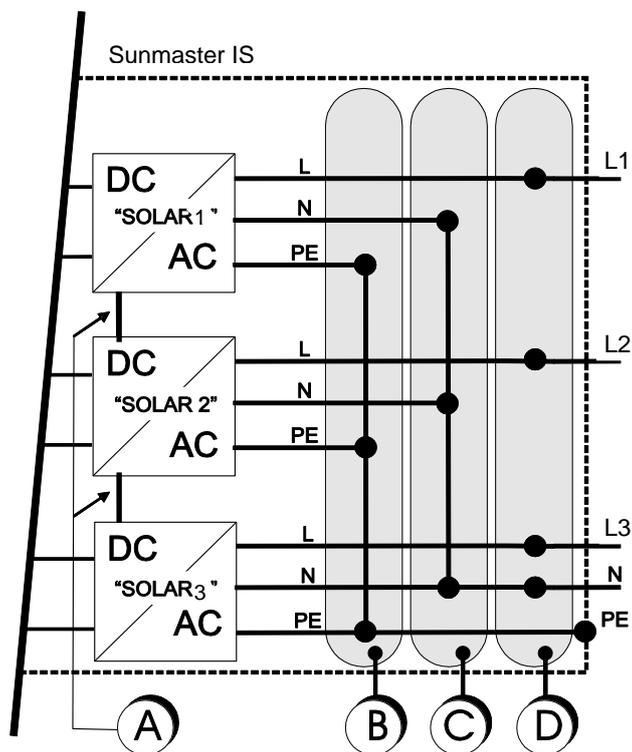

Figura 4-4 Cablaggio CA
- ☞ Vedere la figura 4-4 per una tipica configurazione CA a tre fasi.